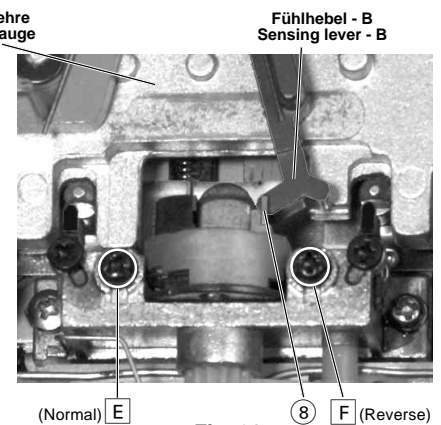

Fig. 21
- Einstellschrauben ⑦ so verdrehen, daß sich der Fühlhebel B leicht zwischen den Bandführungen ⑤ bzw. ⑥ bewegen läßt. Sind die beiden Bandführungen in der Höhe eingestellt, so muß die Unterkante des Fühlhebels B sich auch leicht über die Unterkante der Kopfgabel ⑧ (Fig. 21) des Kombikopfes schieben lassen (Laufrichtung ▷ und ◁). Der Kombikopf muß dabei senkrecht stehen und darf keine Neigung aufweisen. Der Kopfspiegel muß im rechten Winkel zum Chassis bzw. parallel zur Tonwelle stehen.
- Turn the adjustment screws ⑦ so that the sensing lever B moves smoothly between the tape guides ⑤ or ⑥. When the height of both tape guides is correctly adjusted, it must also be possible to move the lower edge of the sensing lever B smoothly over the lower edge of the head guide ⑧ (Fig. 21) (direction ▷ and ◁). The combi head must be in vertical position and must not be tilted. The head face must be perpendicular to the chassis or in parallel with the capstan.